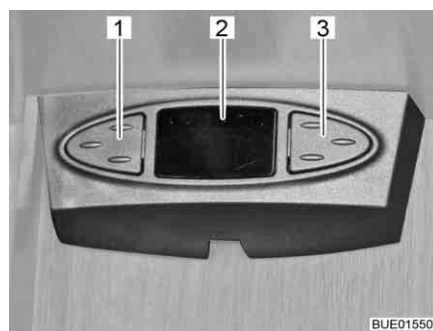

Fig. 39 Mouse satellitare
A seconda del modello l'impianto satellitare è equipaggiato con un mouse satellitare. Il puntatore (Fig. 39,2) del mouse satellitare indica il canale impostato. I due tasti permettono di controllare le funzioni base dell'impianto satellitare (cambio emittente, accensione/spegnimento).
- Selezionare l'emittente precedente dall'elenco delle emittenti: Premere il tasto di sinistra (Fig. 39,1).
- Selezionare l'emittente successiva dall'elenco delle emittenti: Premere il tasto di destra (Fig. 39,3).
- Passaggio tra radio e TV: Premere brevemente e contemporaneamente i tasti (Fig. 39,1 e Fig. 39,3).
- Accensione/spegnimento del ricevitore: Premere contemporaneamente e tenere premuti i tasti (Fig. 39,1 e Fig. 39,3).